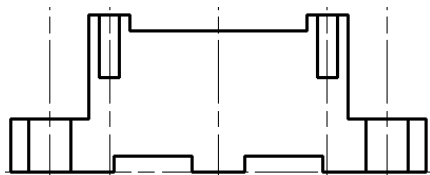

图 9-56 修剪图形
- 07 将部分构造线的图层特性更改为“轮廓线”, 并使用【修剪】命令修剪图形, 结果如图 9-56 所示。